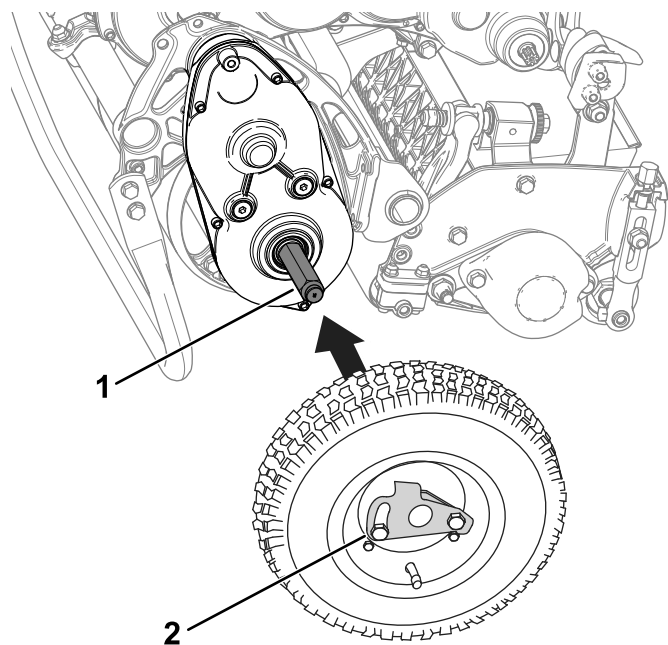

图 16
2. 将行走轮滑动到轴上 图 16。
3. 转动行走轮锁定夹 图 16 使其离开轮的中心将行走轮滑动到轴上。